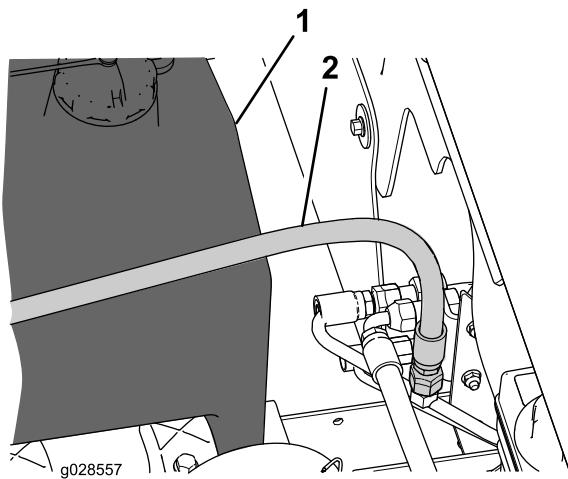

Bild 9
6. Entfernen Sie den Verschluss vom T-Anschlussstück im Hydraulikrohr neben dem Hydraulikölbehälter (Bild 9).